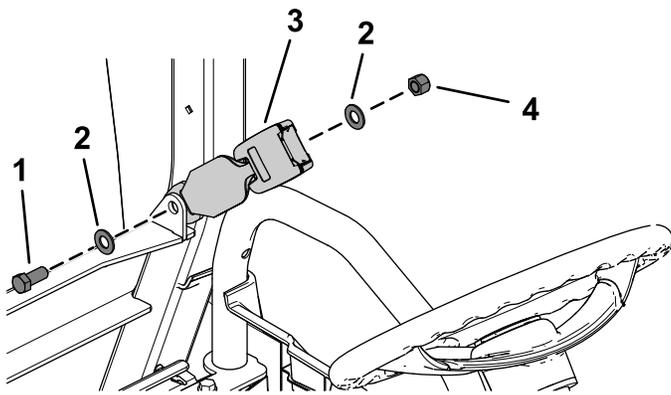

Figura 20
1. Instale un enganche de asiento con un perno de cabeza hexagonal (7/16" x 1"), 2 arandelas planas (7/16"), y una contratuerca (7/16"), según se muestra en Figura 20.